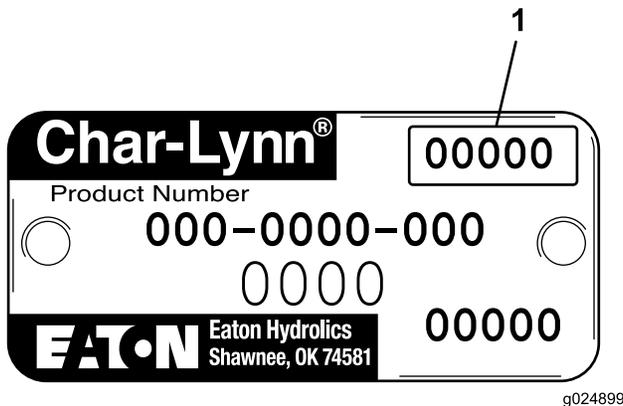

Bild 2
4. Der Code im julianischen Datum (Bild 2) bestätigt, dass der Motor Teil der betroffenen Charge ist. Betroffene Motoren haben einen Datumscode von 14311 bis 19511.